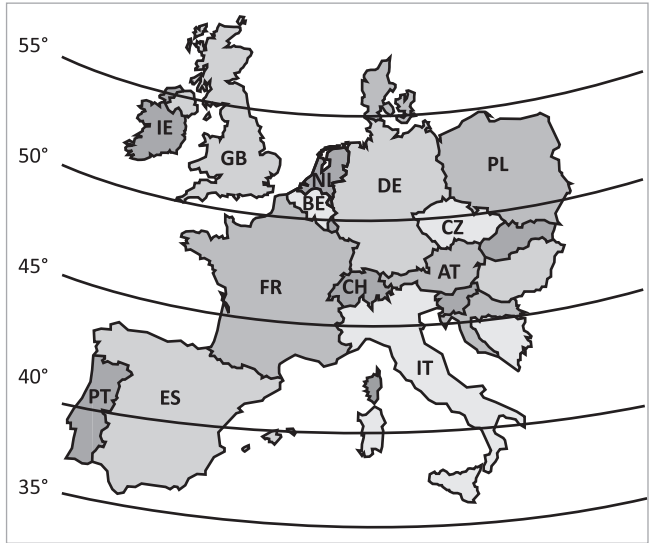

Fig. 4: gradi di latitudine in Europa
- Dalla ➔ Fig. 4 si può rilevare il grado di latitudine del luogo di installazione.